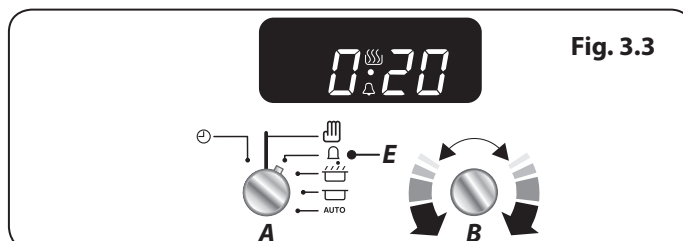

Fig. 3.3
2. Tournez le bouton de Réglage (B) pour définir la durée souhaitée. La durée minimum est d'une (1) minute (**Fig. 3.3**).
3. Remplacez le bouton du Programmeur (A) en position Manuel (D) pour afficher l'heure actuelle et le symbole de la « Cloche » sur l'écran.